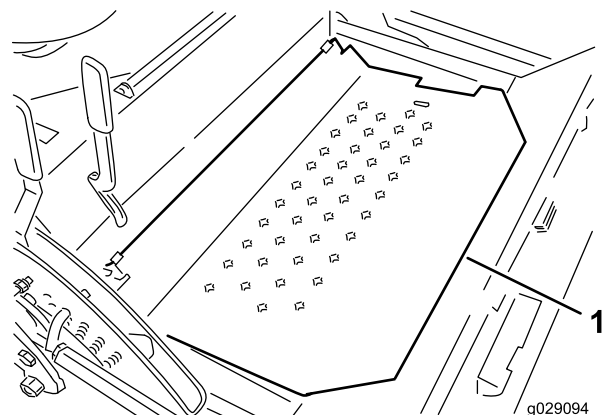

Figura 86
42. Levante a chapa do piso (Figura 86).